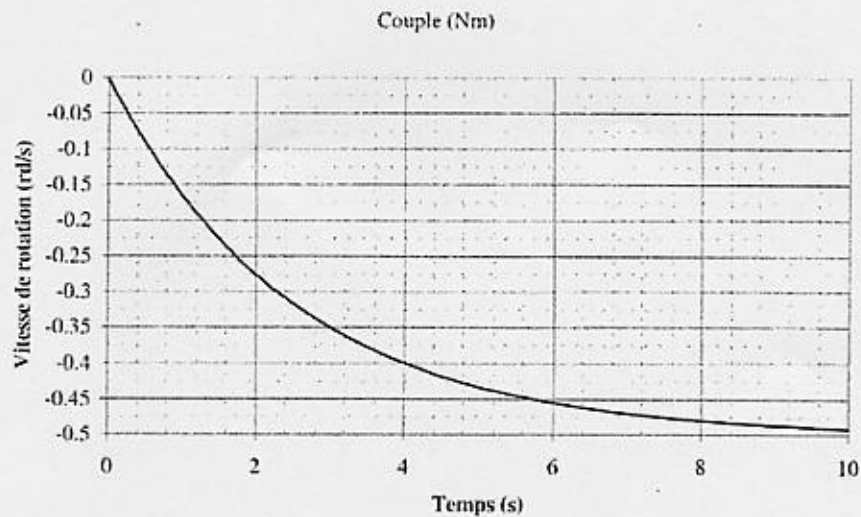

Figure 1 : Evolution de la vitesse de rotation en réponse à un échelon de couple de 1Nm.
- Tout d'abord, pour une rafale de vent, assimilée à un échelon de couple C_0 de 1 Nm (avec $u(t)=0$), on obtient le résultat donné en figure 1.
- A partir du tracé de la figure 1, déterminer la valeur numérique de K_2 et de T_2 en précisant les unités de ces deux grandeurs.